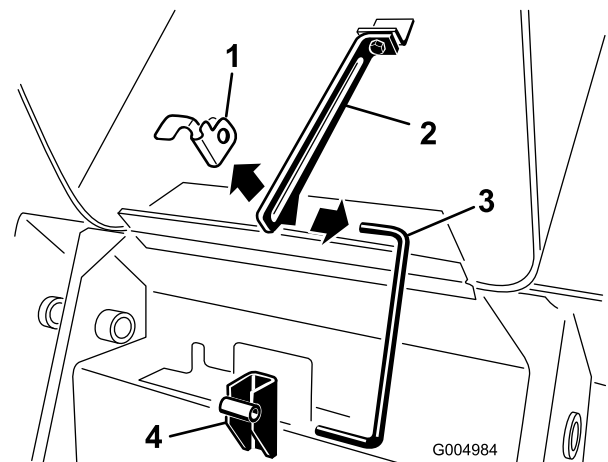

Figure 42
3. Sortez la goupille fendue du bas de la béquille de capot et sortez la béquille des supports de retenue et de la languette (Figure 42).
- Placez la béquille dans les supports de retenue et la languette, et fixez-la en place avec la goupille fendue (Figure 42).